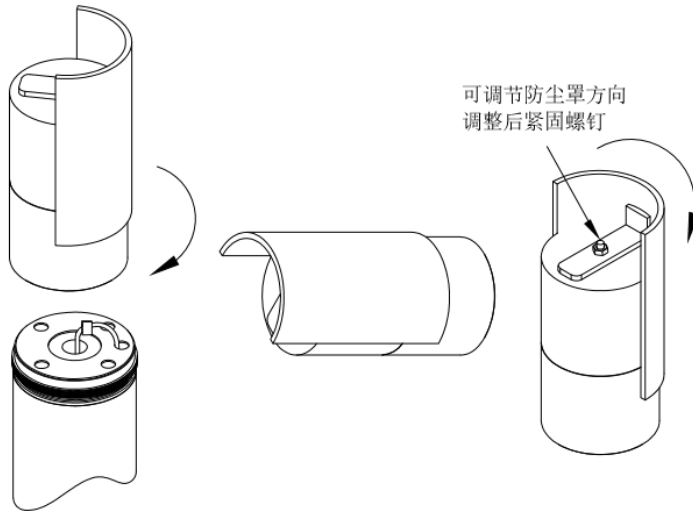

图 18 防尘罩安装图
- 安装 GL-2 防尘罩：将防尘罩放在探头顶端并顺时针旋紧，调节挡流板迎向气流方向，旋紧螺丝固定。拆卸时反方向旋下即可。请参阅图 18。